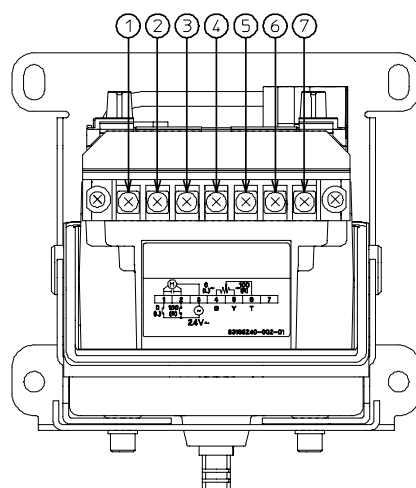

图4 盖子打开状态下的端子台排列
- 4) 本产品的接线，用端子(M3.5 螺丝)进行连接。请参考图 4 的端子台、图 10～图 14 的接线端子图、图 15～图 18 的接线例/应用例，正确地进行连接。
弯折端子台的图4部分和底盘的Y部分后卸下。